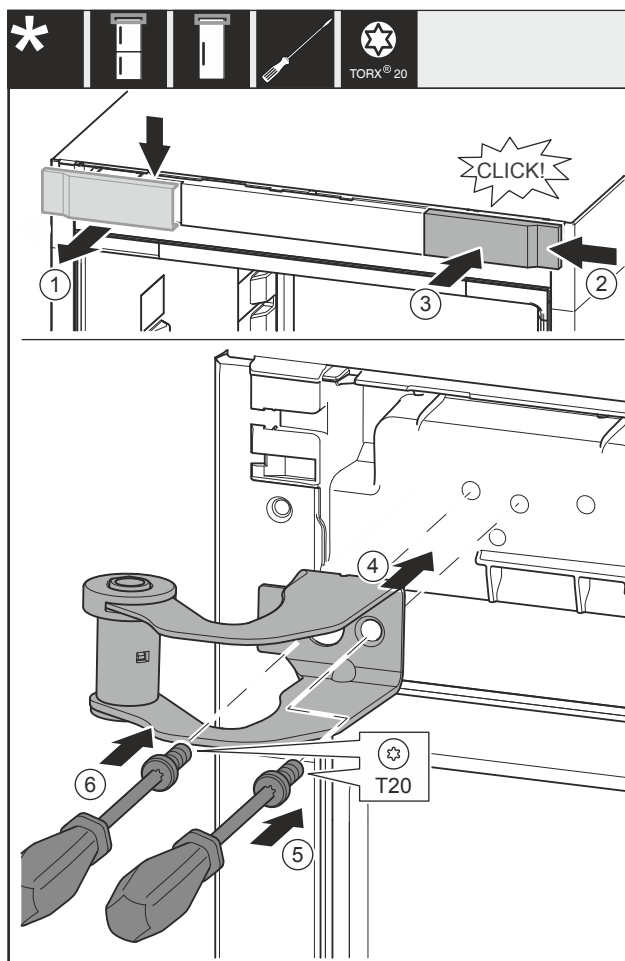

Fig. 12
- ▶ Snemite pokrov Fig. 12 (1) od zgoraj v smeri naprej.
- ▶ Pokrov Fig. 12 (2), obrnjen za 180°, namestite na drugo stran z desne strani.
- ▶ Zaskočite pokrov Fig. 12 (3).
- ▶ Pristavite zgornji ležajni podstavek Fig. 12 (4).
- ▶ Zategnite vijak Fig. 12 (5).
- ▶ Zategnite vijak Fig. 12 (6).